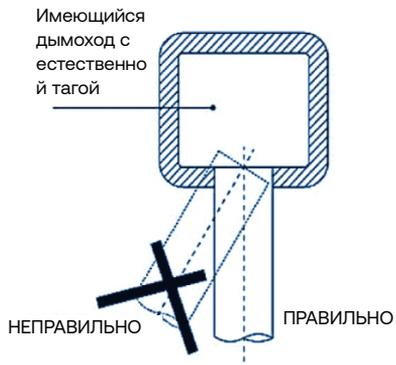

Рис.9
- Выпускная труба должна иметь перпендикулярное присоединение относительно противоположной внутренней стенки дымохода (см. рис.9);
- Длина присоединительного участка должна по возможности быть как можно более короткой, с горизонтальным участком не более 2,5 м (см. рис.9);
- На выходе из водонагревателя присоединительный участок перед поворотом должен иметь вертикальный отрезок длиной не менее двух диаметров патрубка подключения дымохода (см. рис.9);
- После вертикального отрезка труба присоединительного участка должна иметь постоянный восходящий уклон не менее 3% в сторону водонагревателя (см. рис.9);